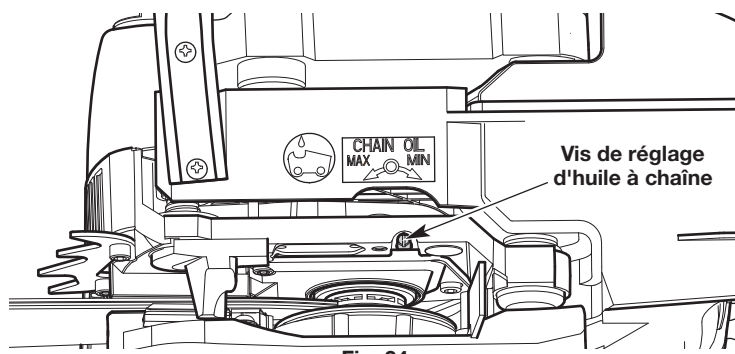

Fig. 24
1. Pour augmenter le débit d'huile, tournez la vis de réglage du graisseur automatique dans le sens antihoraire avec un tournevis à tête plate (Fig. 24).
2. Pour réduire le débit d'huile, tournez la vis de réglage du graisseur automatique dans le sens horaire avec un tournevis à tête plate (Fig. 24).